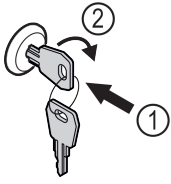

Fig. 167
- ▶ Sleutel erin duwen Fig. 167 (1).
- ▶ Sleutel 90° rechtsom draaien Fig. 167 (2).